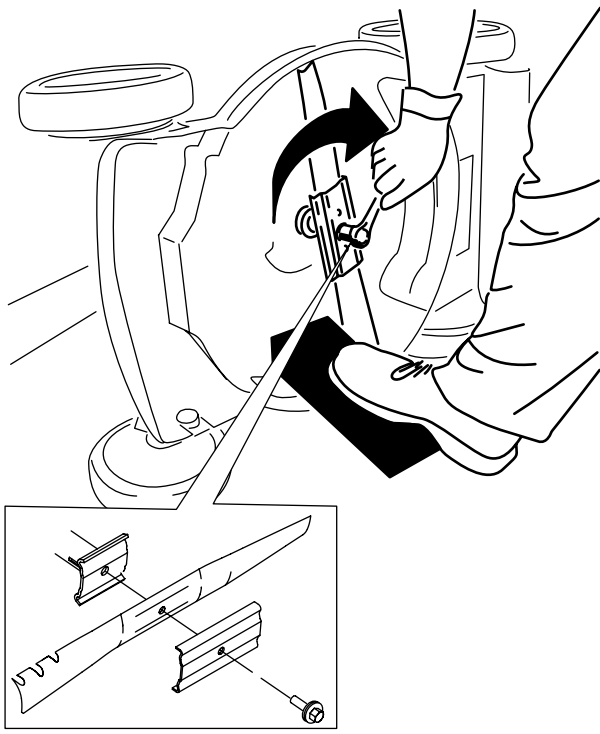

Bild 23
5. Setzen Sie das neue Messer und alle Schrauben auf (**Bild 23**).